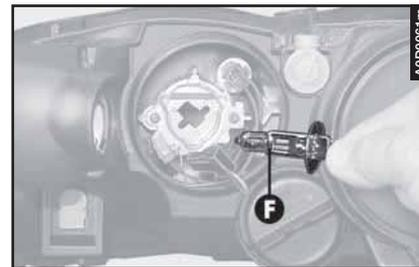

fig. 31
– Sfilare la lampada (**F-fig. 31**).